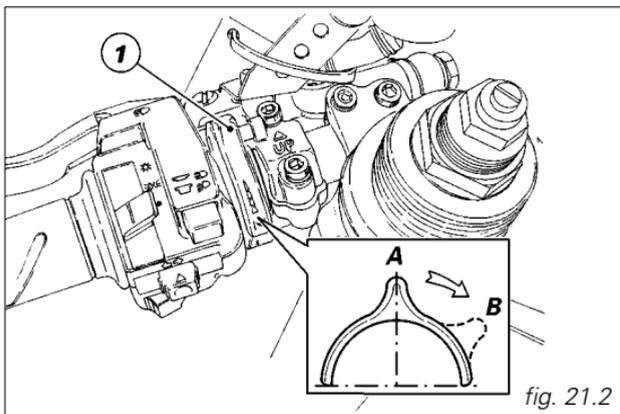

fig. 21.2
2) Spostare la leva comando starter (1) in posizione (B) (fig. 21.2).
4) Spostare la leva comando starter (1) verso la posizione verticale (A) (fig. 21.2).